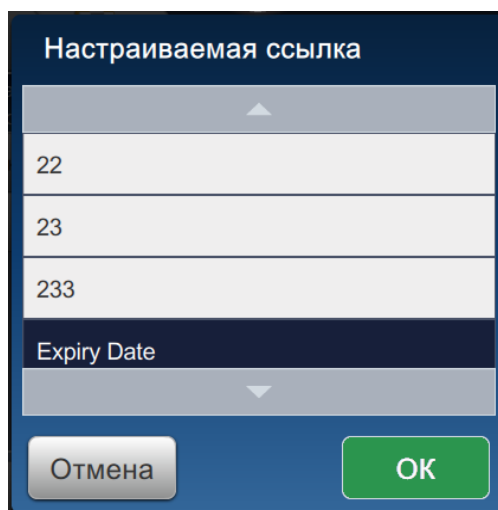

Рис. 6-12. Список настраиваемых ссылок
- Выберите «Дата истечения срока годности» из списка «Настраиваемая ссылка», как показано на Рис. 6-12.
14. Выберите «Дата истечения срока годности» из списка «Настраиваемая ссылка поля», как показано на Рис. 6-12.